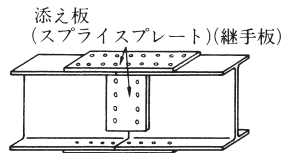

図6 添え板の例
(3) (添え板) は、継手の応力伝達のために添える接合用の板である (図6)。